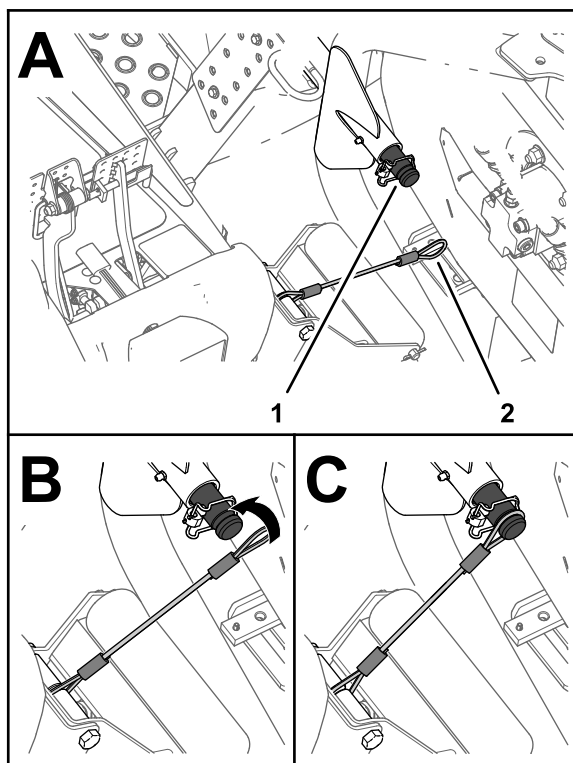

Figura 40
5. Aliniați noul cu arborele de transport al braului de ridicare pentru unitatea de tăiere exterioară din față (Figura 40).
6. Glisați bucla năului peste arborii de transport până când năul este complet aezat în adâncitura din arbore (Figura 40).